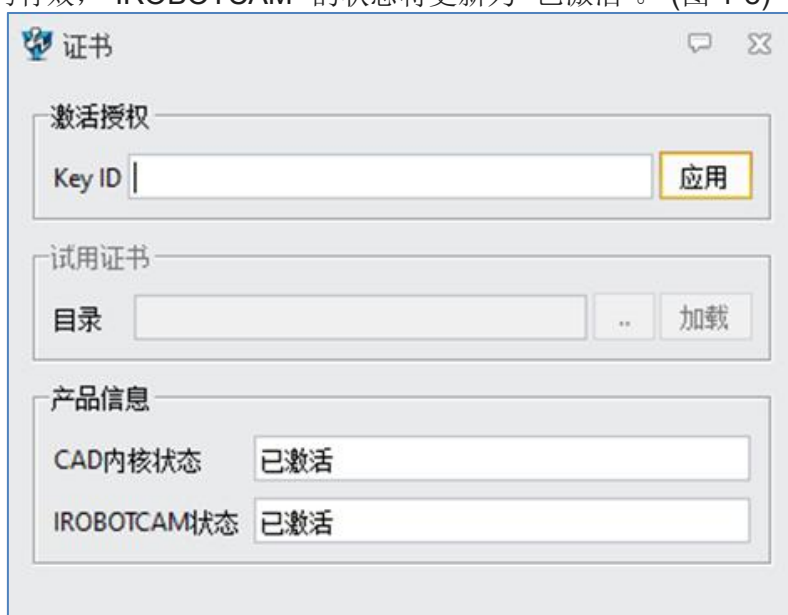

图 1-8:激活授权
- 如果代码有效，"IROBOTCAM" 的状态将更新为 "已激活"。(图 1-8)